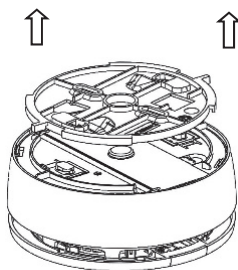

Figura 5
2. Retire o suporte plástico do detector (*ver Figura 5*).
1. Retire o suporte plástico do detector (*ver Figura 5*).